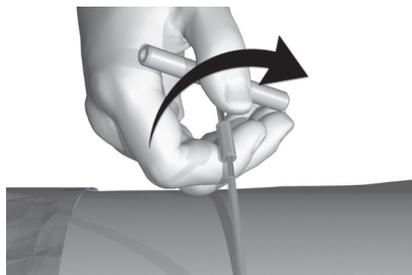

Figure 11 : Retrait de la poignée de l'outil de tunnellisation
18. Dévissez et retirez la poignée de l'outil de tunnellisation (Figure 11).